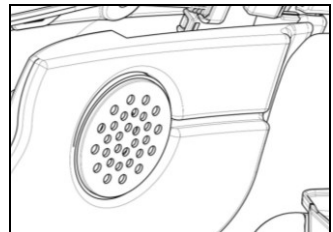

Abb. 11
- Fügen Sie nun das EPS-Wangenteil (linke Seite) ein und legen Sie dabei das Kabel in die entsprechende Nut (Abb. 11).